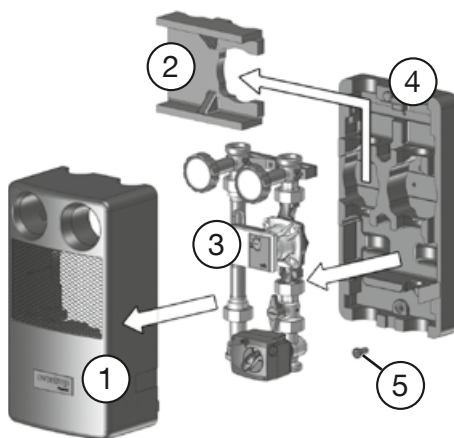

Fig. 8
6. Inserire il distanziale (5, fornito a corredo del gruppo) nel foro inferiore della parte posteriore della coibentazione (4) (fig. 8)
7. Installare il gruppo (3) sulla parte posteriore della coibentazione (4)
8. Fissare la stazione (gruppo Regumat e parte posteriore della coibentazione) sulla parete utilizzando la chiave a testa esagonale (12mm) in dotazione. La stazione viene fissata nella parte superiore mediante la staffa a parete integrata (3a) e sul fondo con il distanziale (5) inserito nella parte posteriore della coibentazione
9. Montare il blocco di fissaggio (2)